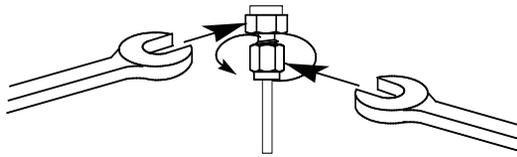

図 34 最後の締め付け
- 7** 1/8 インチの Swagelok フィッティングの場合、7/16 インチレンチを 2 本使ってフィッティングを 3/4 回転させ、締め付けます (図 34)。
- 1/4 インチのフィッティングの場合、9/16 インチレンチを 2 本使ってフィッティングを 1 回と 1/4 回転させ、締め付けます (図 34)。